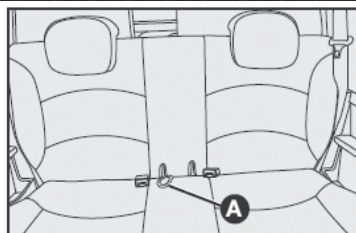

fig. 10
- Jale de la cuerda A-fig. 10 para levantar el asiento y plegarlo hacia adelante